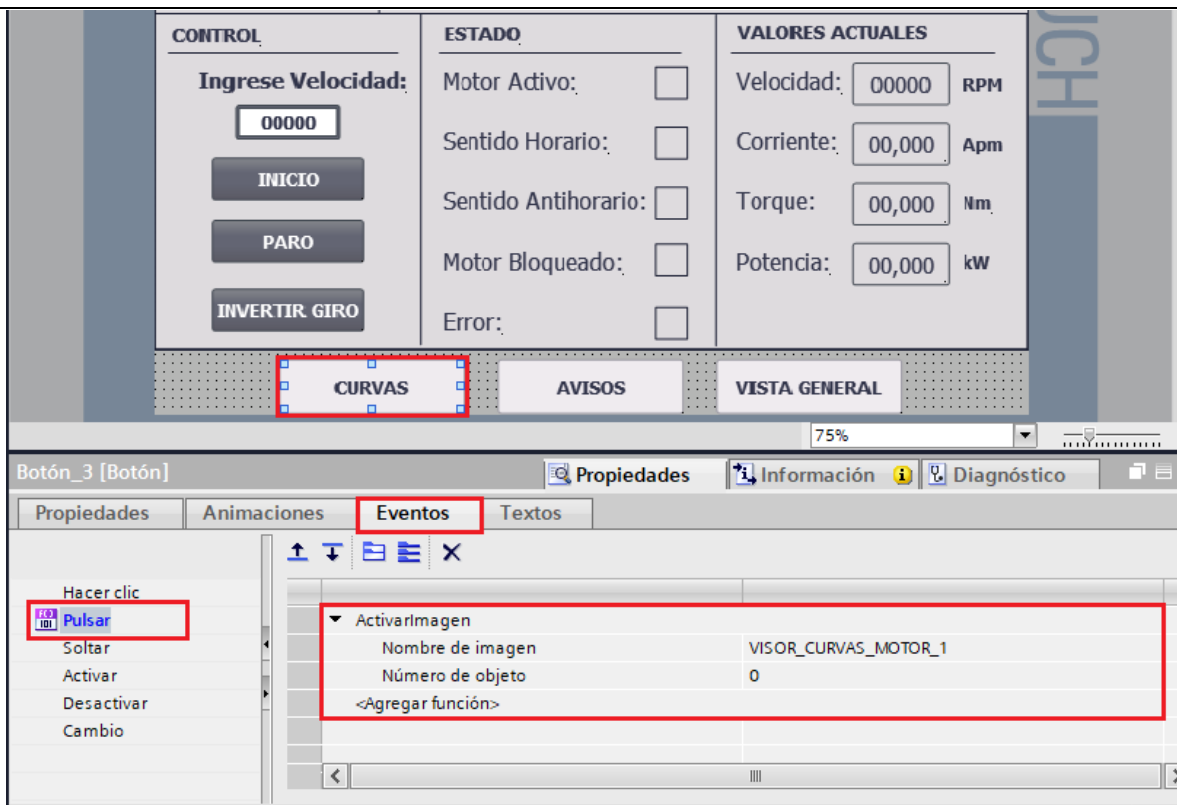

Figura 60. Configuración botón CURVAS.
(5) Configuración de Menú de la ventana MOTOR 1.
- En “Nombre de imagen” seleccionar la imagen “VISOR_CURVAS_MOTOR_1” (ver Figura 60).